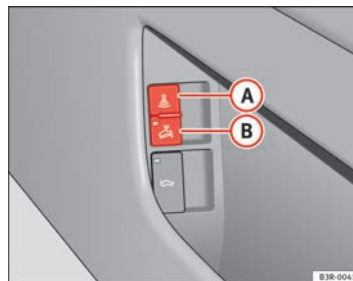

Abb. 79 Taster für Innenraumüberwachung
- Öffnen Sie die Tür und ziehen Sie am Taster **(A)** mit dem Symbol  seitlich an der Fahrertürablage ⇒ Abb. 79.
- Öffnen Sie die Tür und ziehen Sie am Taster **(B)** mit dem Symbol  seitlich an der Fahrertürablage ⇒ Abb. 79.